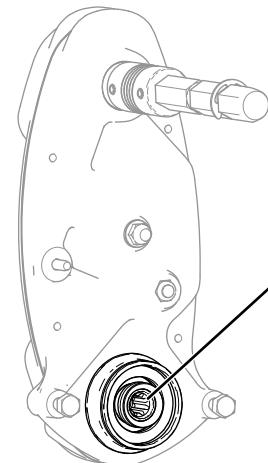

Figura 7
3. Verifique o interior do veio de transmissão do cilindro (Figura 7) para ver se existe qualquer resto de lubrificante.